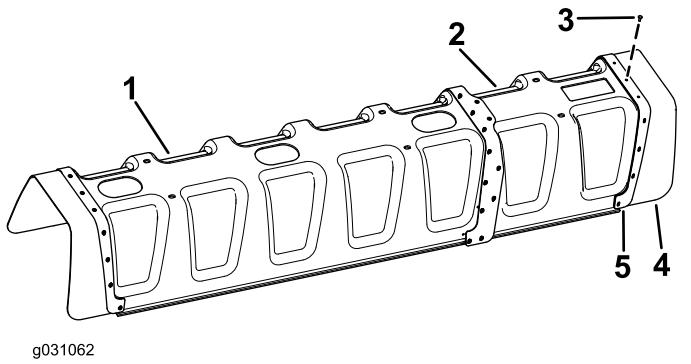

Bild 7
3. Befestigen Sie die Gummiabdeckung und die Verstärkungsplatte (von der Abdeckung mit 11 Düsen) mit 11 Blindnieten ($3/16'' \times 1/2''$) und Scheiben ($3/16''$) an der Abdeckung mit 12 Düsen (Bild 7).